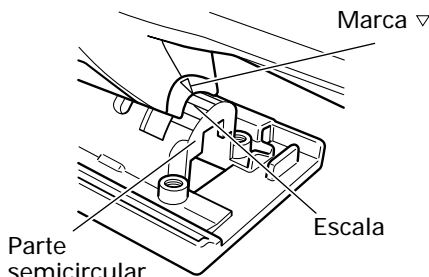

Fig. 16
(2) Alinee la escala (desde 0 grado a 45 grados en incrementos de 15 grados) del parte semicircular de la base con la marca [▽] de la cubierta del engranaje. (Fig. 16)